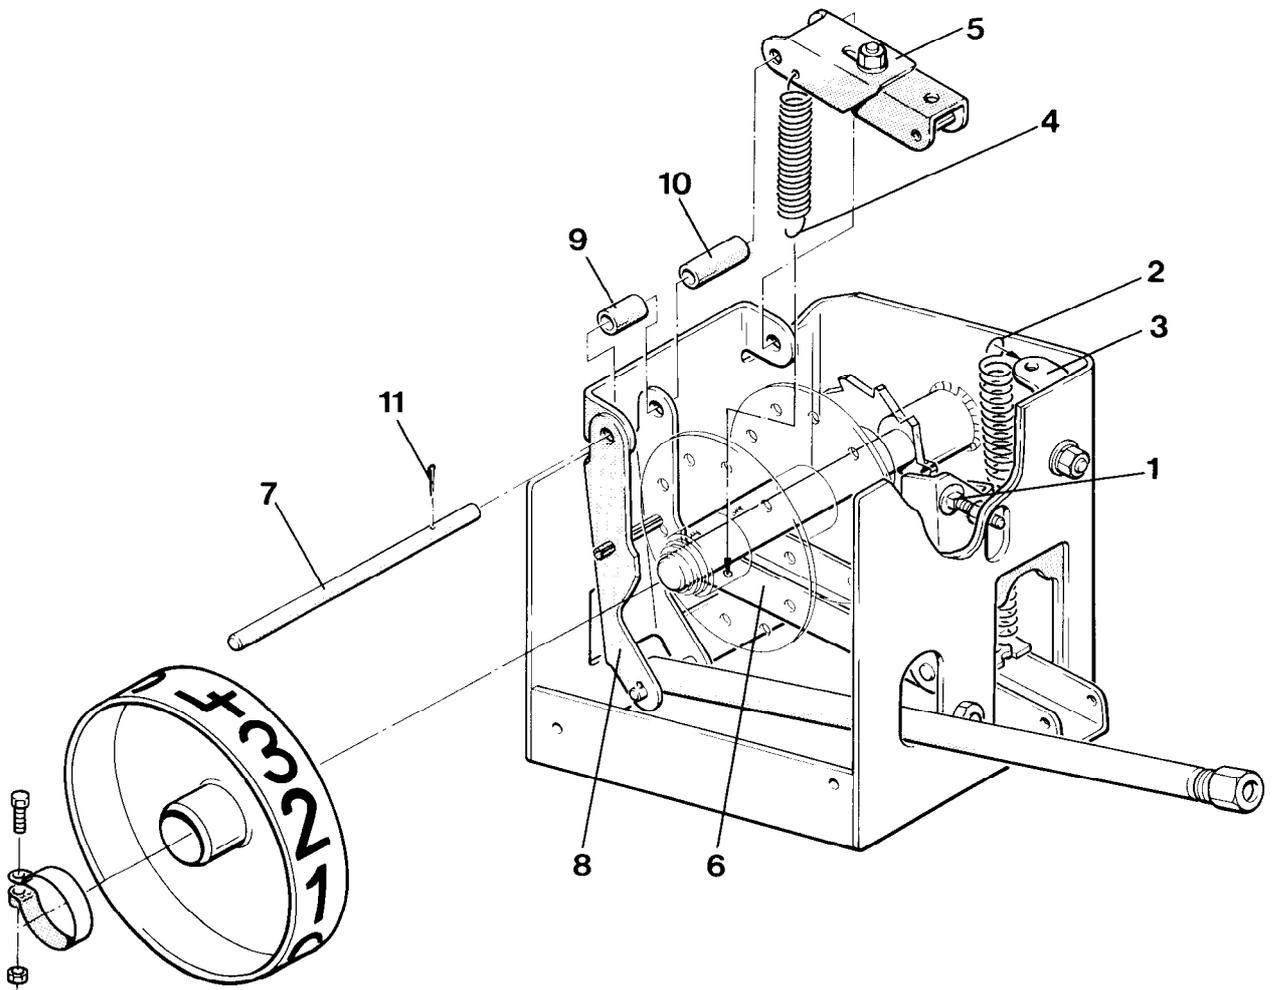
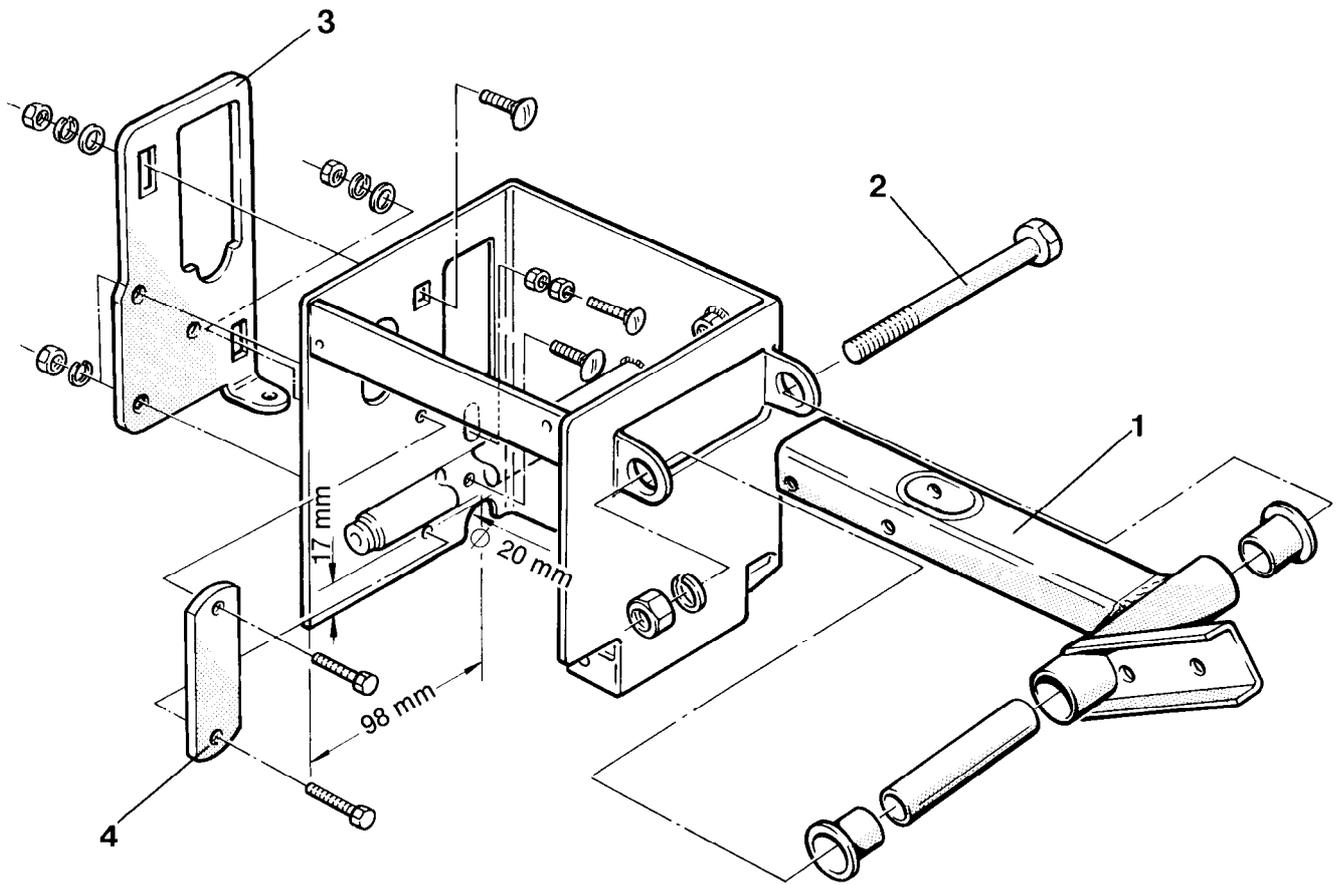

Fig. 24
Fig. 27
- Als Anschlagsschraube (Fig. 24/1) ist im allgemeinen eine Flachrundschraube M 6 x 20, DIN 603, zu verwenden. Bei der 5-fach-Schaltung ist diese Schraube gegen eine Flachrundschraube M 6 x 30, DIN 603, auszutauschen.
- Zugfeder II (Fig. 24/2) in die Lasche der Anschlagplatte (Fig. 27/3) einhängen.
- Zugfeder I (Fig. 24/4) vom Klinkenhalter (Fig. 24/5) zum Bedienungshebel (Fig. 24/6) einhängen.
- Lagerbolzen (Fig. 24/7) mit Kipphebel (Fig. 24/8), kurzer und langer Distanzbuchse (Fig. 24/9 und 24/10) und dem Klinkenhalter (Fig. 24/5) in den Schaltkasten einsetzen.
- Lagerbolzen mit neuem Splint 1,6 x 16, DIN 94 (Fig. 24/11), sichern.
Das Teilungsrads der 8-fach-Schaltung lässt sich im Schaltkasten nur dann montieren, wenn zuvor der Bedienungshebel (Fig. 27/1) nach dem Lösen der Skt.-Schraube M 10 x 100, DIN 931 (Fig. 27/2) herausgenommen ist.
Die Anschlagplatte (Fig. 27/3) ist von außen am Schaltkasten zu befestigen. Die Aussparung für die Lasche der Anschlagplatte ist nach den Maßen in Fig. 27 aus der Wand des Schaltkastens herauszufräsen.
Das Flacheisen (Fig. 27/4) dient zur Befestigung der hydraulischen Anbauteile und ist später mit diesen Teilen zu verschrauben.
Das Teilungsrads und den Bedienungshebel (Fig. 27/1) in den Schaltkasten einsetzen.